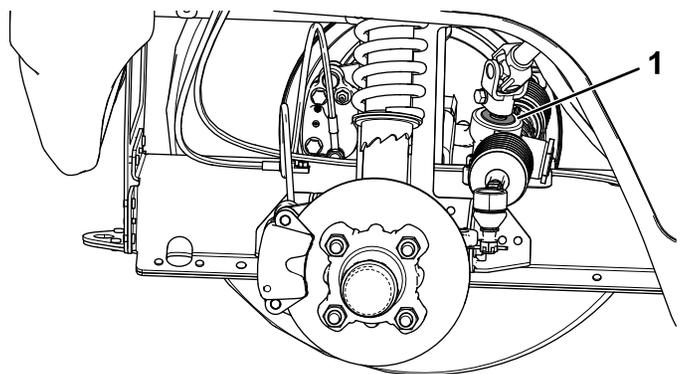

図 50
**重要** ピニオンシャフトのシールの状態と磨耗程度を点検する 図 50。